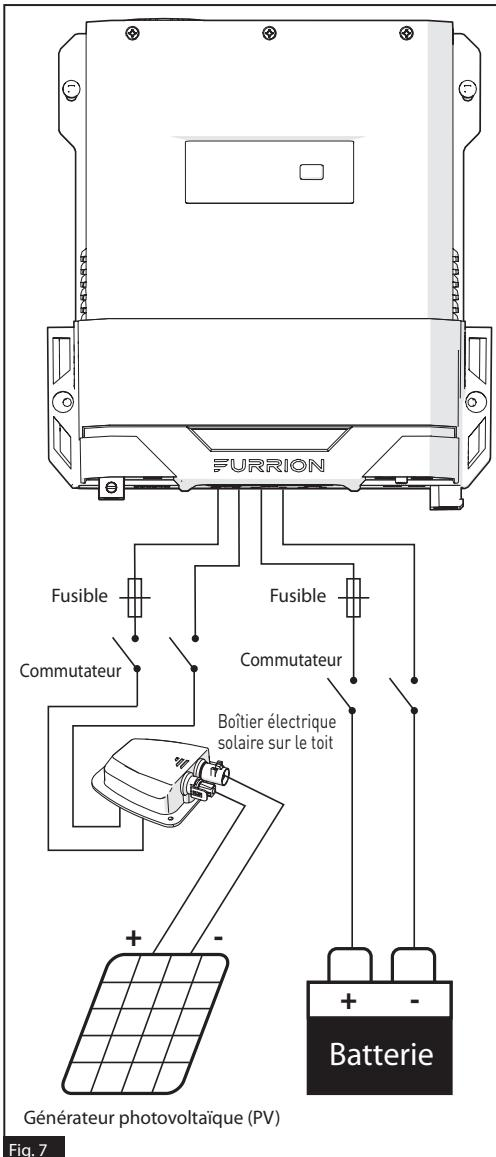

Fig. 7
7. Allumez le sectionneur pour la batterie. (Figure 7)
8. Allumez le sectionneur pour le générateur photovoltaïque (PV). (Figure 7)